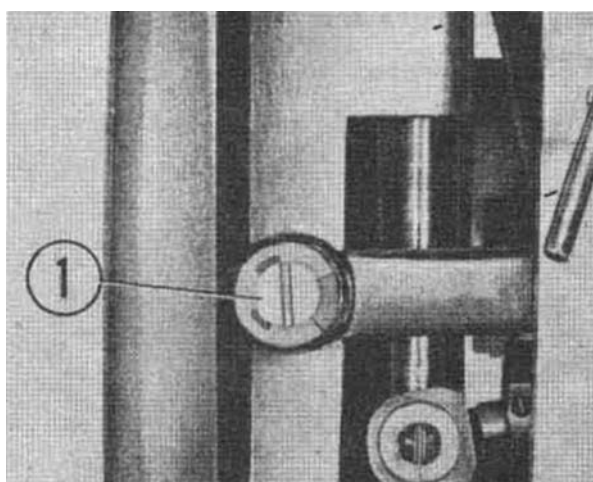

Рис. 25
Если игла не попадает в центр отверстия игольной пластинки при установке «0», снимите фронтальную пластинку, ослабьте установочный винт вала эксцентрика и, вращая вал эксцентрика (рис. 25 ①) с помощью отвертки, отрегулируйте правильность выполнения игольной строчки.